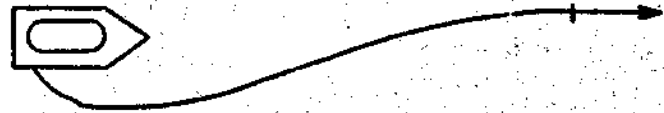

Рисунок 11
22. Визначити напір на стволі Б, який піднятий на висоту  $Z$ , м. Вода від автонасоса подається по прогумованій рукавній лінії діаметром  $d$ , мм, довжиною  $l$ , м. Напір на насосі  $H$ , м. (Рис. 11).
25. Розрахувати витрати води з пожежного ствола Б, якщо задано  $P_{ман}$ , атм.,  $d$ , мм. (Рис. 11).
30. Визначити на яку максимальну відстань можна подати ствол А від автонасоса по прогумованій рукавній лінії діаметром  $d$ , мм. Місцевість рівна, напір дорівнює  $H$ , м. (Рис. 11).
32. Визначити необхідний напір на насосі, якщо від нього поданий ствол РС-70 (А) по прогумованій рукавній лінії діаметром  $d$ , мм на висоту  $Z$ , м на відстань  $l=120$  м. (Рис. 11).
33. Визначити напір на насосі, якщо від нього прокладена магістральна лінія діаметром  $d$ , мм довжиною  $l$ , м. Від розгалуження поданий ствол А по робочій лінії діаметром  $d$ , мм, довжиною  $l$ , м, у вікно 4-го поверху. Рукава прогумовані. (Рис. 11).